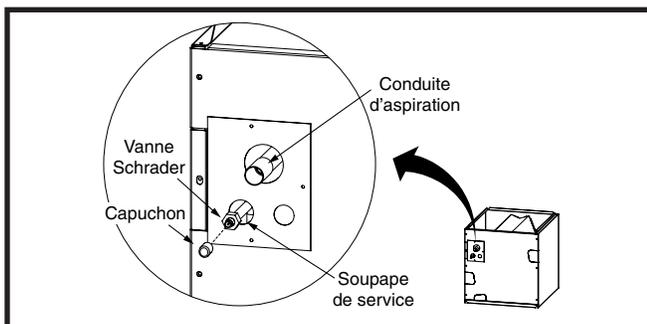

Figure 3. Emplacement des conduites d'aspiration et de liquide
1. Retirez le capuchon (Figure 3) du bout de la conduite de liquide.